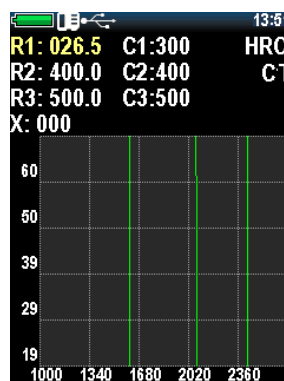

Рисунок 2.30 – Установка реальных значений твердости
2. Чтобы начать калибровку, введите реальные значения твердости образцов нажатием клавиши «». Используя клавиши навигации «» и «» для установки реальных значений твердости, чтобы перейти на ввод следующего значения нажмите клавишу «» (рис. 2.30).